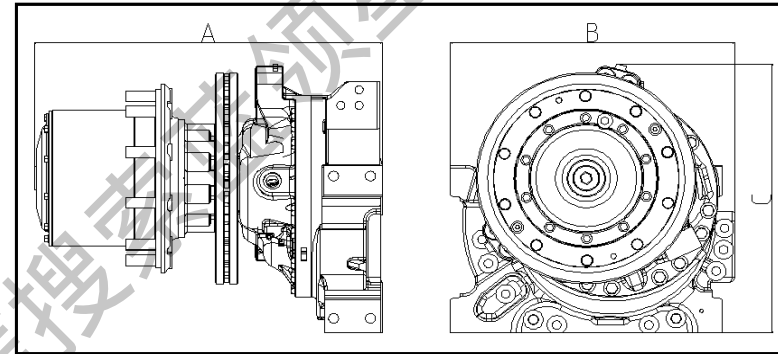

图1
1.1 BYDK9减速器外观尺寸：A×B×C=680mm×554.5mm×548mm（见图1）。